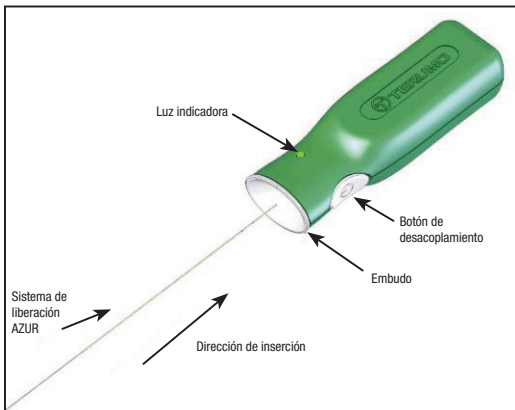

Figura 2. Controlador de desacoplamiento AZUR
14. Antes de utilizar el dispositivo, retire el extremo proximal del sistema de liberación del aro del envase. Tenga cuidado de no contaminar este extremo del sistema de liberación con sustancias extrañas, como sangre o medio de contraste. Inserte con firmeza el extremo proximal del sistema de liberación en la sección de embudo del controlador de desacoplamiento AZUR. Consulte la figura 2. **No pulse el botón de desacoplamiento en este momento.**
31. Conecte el extremo proximal del sistema de liberación al controlador de desacoplamiento AZUR; para ello, introduzca con firmeza el extremo proximal del sistema de liberación en la sección de empuje del controlador de desacoplamiento AZUR. Consulte la figura 2.